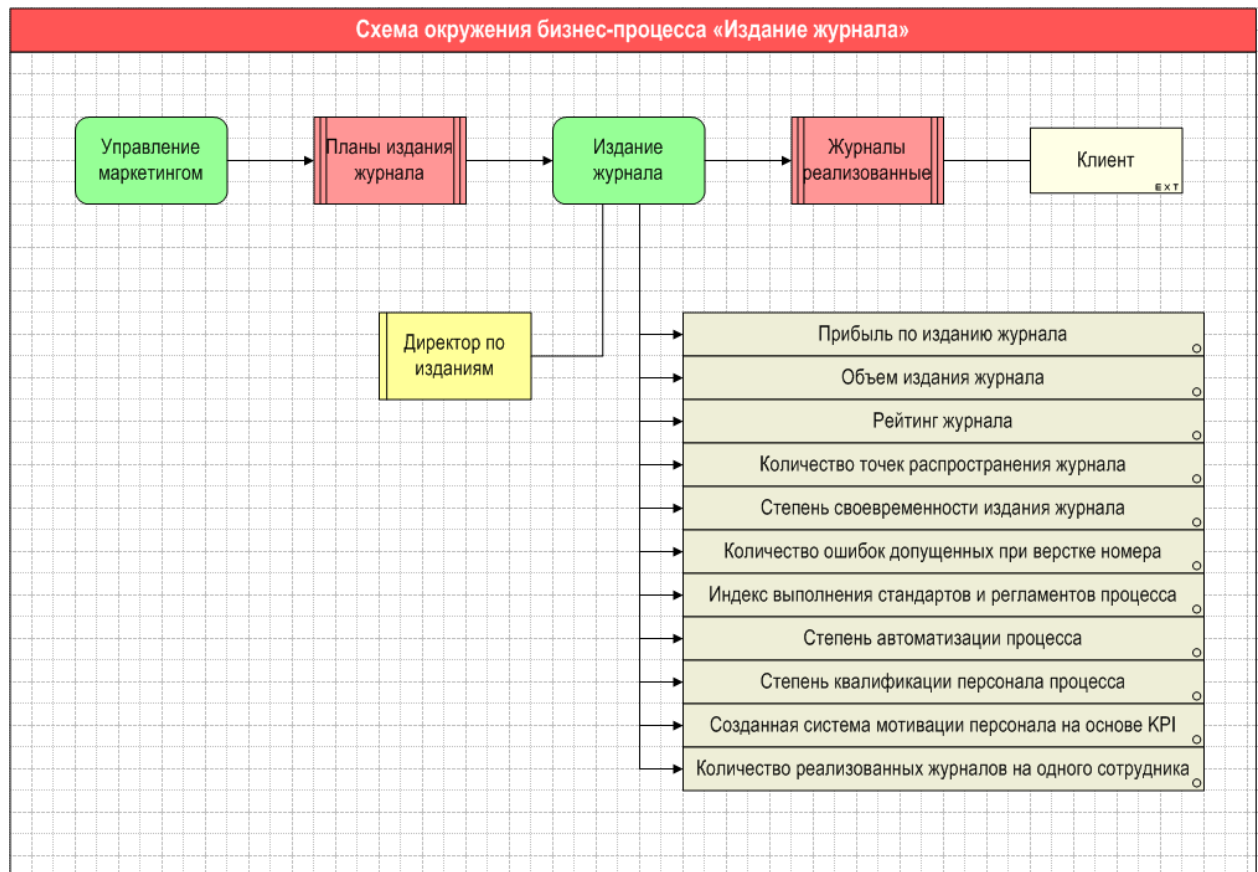

Рис. 74. Диаграмма *Схема окружения бизнес-процесса «Издание журнала»*
3. В соответствии с рис. 74 создайте диаграмму окружения бизнес-процесса «Издание журнала».